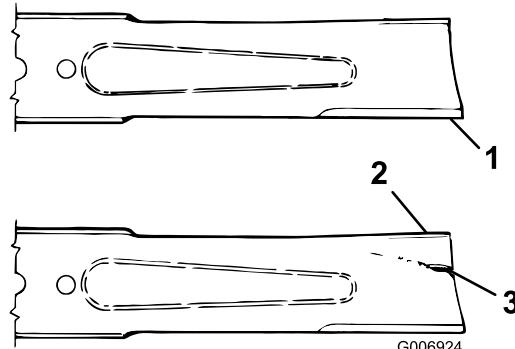

図 102
- ブレードの切っ先を注意深く観察、特に、直線部と曲線部が交わる部分をよく観察する図 102。
- 磨耗が進んでいる場合図 102には、ブレードを交換するブレード回転面の管理(ページ 65)を参照。
ブレードの磨耗を放置すると、ブレードのセール部と平坦部との間に割れ目が発生する図 102。この割れ目が拡大すると、最終的にはブレードがちぎれてハウジングの下から飛び出し、これがオペレータや周囲の人間に重大な人身事故となる。